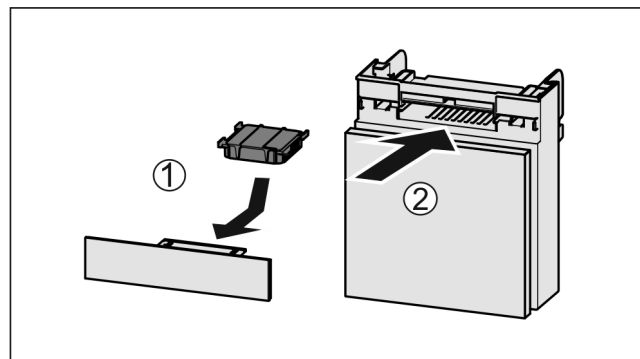

Fig. 143
- ▶ Actiefkoolfilter overeenkomstig afbeelding aanbrengen Fig. 143 (1).
- ▶ Lade erin schuiven Fig. 143 (2).